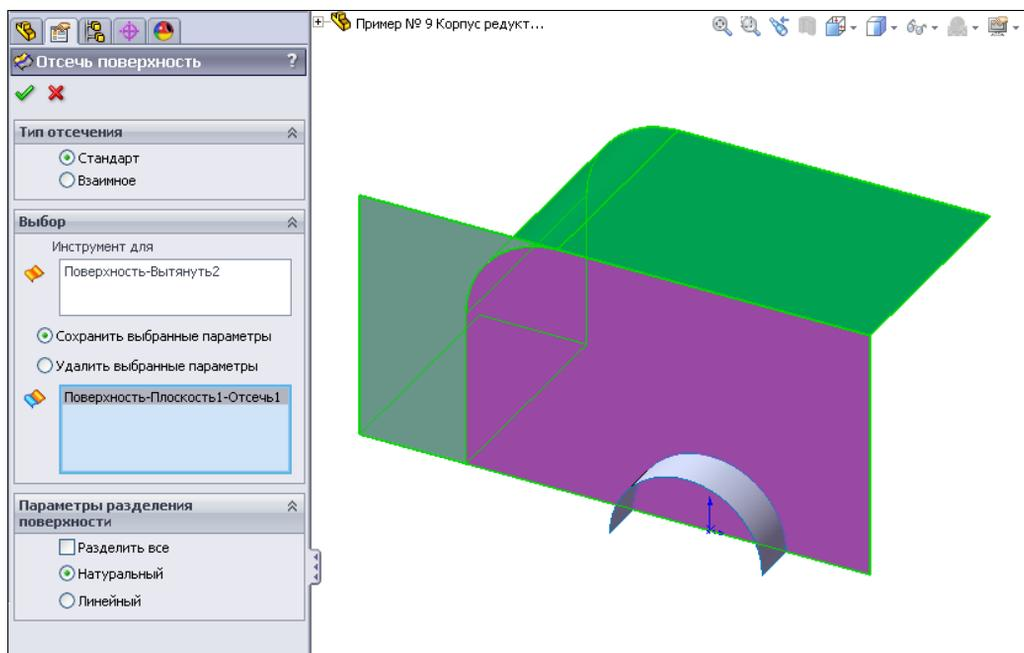

Рис. 2.100
9. Очевидно, третья плоская поверхность выступает за пределы первых двух. Отсечем ненужные части третьей поверхности. Для этого нажмем кнопку  — **Отсечь поверхность** на панели инструментов **Поверхность**. В разделе **Тип отсечения** поставим флажок **Стандарт**. В разделе **Выбор** обозначим в качестве инструмента отсекающую поверхность , а в разделе  — **Сохранить выбранные параметры** укажем ту часть плоской поверхности, которая должна остаться (рис. 2.100).